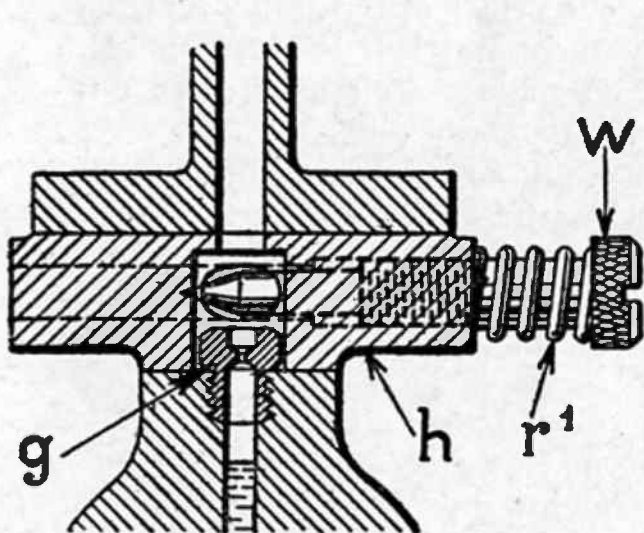

Fig. 8. — Carburateur FV à starter.
b) **Pour le fonctionnement du moteur au ralenti** : le réglage du ralenti qui se fait par le gicleur auxiliaire (g) et par la vis de réglage d'air de ralenti (fig. 8 ou 9).
c) **Pour la marche normale** : le réglage qui consiste à déterminer le gicleur principal (G) et le diamètre de la buse d'air (K).
Les carburateurs type F à starter comportent en outre **une vis de réglage d'air de ralenti** (W) fig. 8 et 9, qui est destinée à régler la richesse du mélange au ralenti. Quand le mélange est incorrect, le moteur galope ou a tendance à caler.